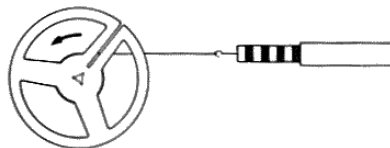
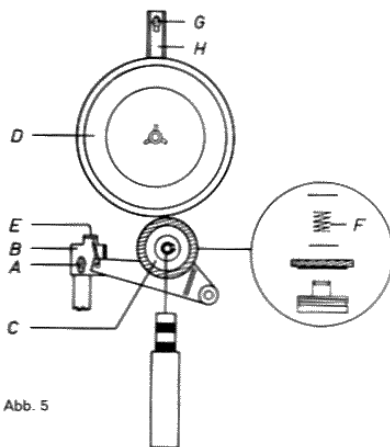

Abb. 4
Abb. 5
2.2 Höheneinstellung der Kupplungen (siehe Abb. 5)
2.3 Prüfung und Justierung der Kupplung im Antriebsrad (siehe Abb. 4 und Abb. 5)
Gerät einschalten, Taste „Start“ drücken und gemäß Abb. 4 den Aufwickelzug messen.
Vor dieser Messung ist sicherzustellen, daß beim langsamen Drücken der Starttaste zuerst die rechte Kupplung angetrieben wird, bevor die Andruckrolle die Tonwelle erreicht und das Tonband transportieren kann. In Ruhestellung der Starttaste darf das Antriebsrad (C) nicht am Kupplungsunterteil der Kupplung (D) anliegen. Die Justierung erfolgt nach Lockern der Schraube (A) durch Verschieben des Winkels (B). Gerät einschalten, Taste „Start“ drücken und gemäß Abb. 5 Andruck des Antriebsrades an das Kupplungsunterteil messen.